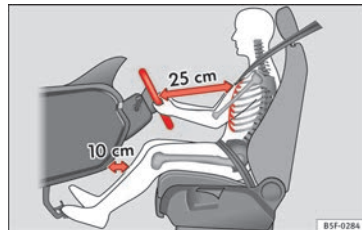

Fig. 91 Distance correcte entre le conducteur et le volant.
- Réglez le volant de sorte que la distance entre celui-ci et votre cage thoracique soit d'au moins 25 cm » fig. 91.
- Réglez le siège du conducteur de manière à laisser une distance minimale de 25 cm entre votre cage thoracique et le centre du volant » fig. 91. Si la distance est inférieure à 25 cm, le système d'airbags peut ne pas vous protéger correctement.